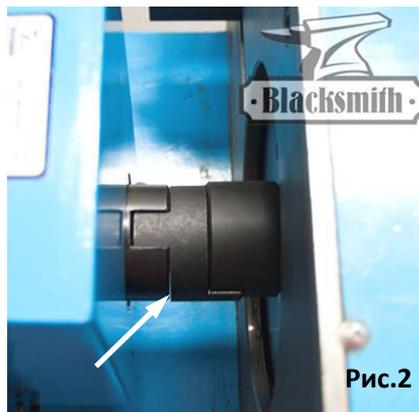

Рис.2
3. Соедините блок с приводом станка (Рис.2). Соединение производится через муфту.